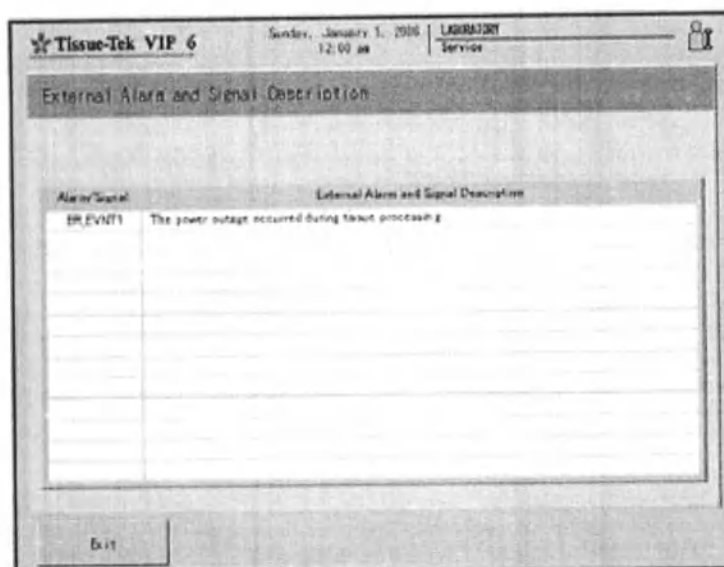

Рис. 57 Описание сигналов
6. Чтобы посмотреть описание сигналов, нажмите кнопку «**Output Alarm Description**» (Описание сигналов) (Рис. 57).